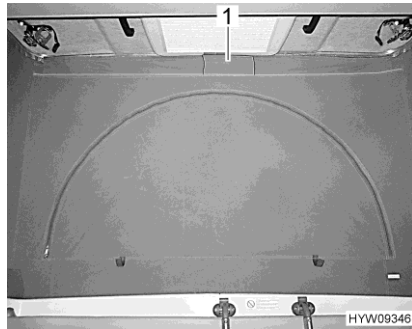

Bild 60 Lüftung (geschlossen)
- Klettverschluss der Stoffflasche (Bild 60,1) unter dem Aufstelldach lösen. Hinter der Stoffflasche ist als Schutz vor Insekten ein Netzgitter angebracht.